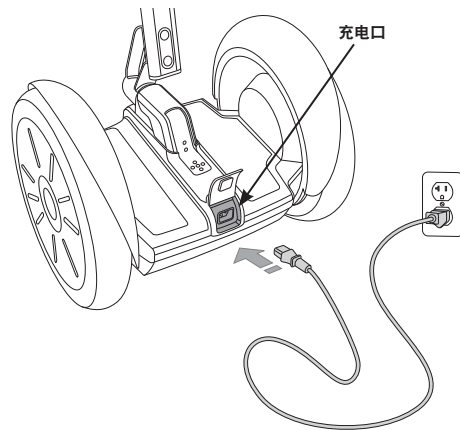

图 57：将电源线插头插到充电口中
2. 打开 PT 支架背面的充电口（参见图 57）。
4. 将电源线（随 PT 提供）的一端插头插入接地的交流电源插座中（100V-240V；50Hz-60Hz）。电源线应正确接地（参见图 57）。